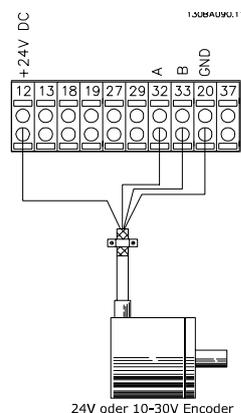

Abbildung 3.7 Schaltbild
1. Vergewissern Sie sich, dass der Drehgeberanschluss *Abbildung 3.7* entspricht: